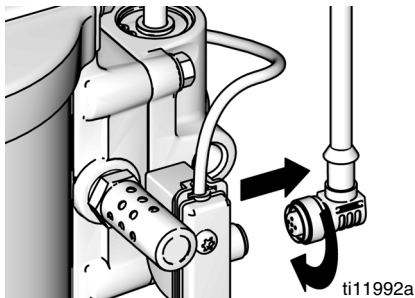

FIG. 18. Desconexión de DataTrak
1. Desatornille el cable de la parte trasera del contacto eléctrico. Consulte FIG. 18.